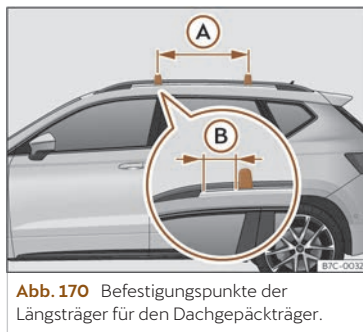

Abb. 170 Befestigungspunkte der Längsträger für den Dachgepäckträger.
Die Querstangen werden an der seitlichen Dachreling angebracht. Der Abstand zwischen den Querstangen >>> (Abb. 170) (A) muss zwischen 70 und 90 cm betragen und der Abstand von den Querstangen und der Dachreling (B) muss 15 cm betragen.